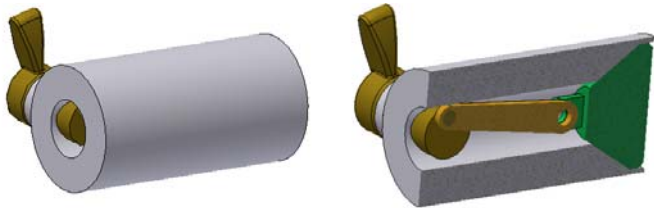
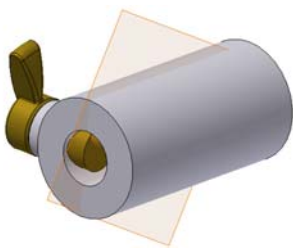

图 4-31 典型的部件剖切视图
图 4-32 建立作为剖切面的工作平面
部件的剖视图可以帮助用户更加清楚地了解部件的装配关系，因为在剖切视图中，腔体内或被其他零部件遮挡的部件部分完全可见。典型的部件剖切视图如图 4-31 所示。在剖切部件时，仍然可以使用零件和部件工具在部件环境中创建或修改零件。
(1) 进行部件剖切的首要工作是选择剖切平面，在图 4-31 所示的装配部件中，因为没有现成的平面可以让我们对其进行 1/2 剖切，所以需要创建一个工作平面。选择在如图 4-32 所示的位置创建一个工作平面，以该平面为剖切平面可以恰好使得部件的圆柱形外壳可以被半剖。
(2) 选择【视图】标签栏内【外观】面板上的【1/2 剖】工具按钮，用鼠标左键选择创建的工作平面，部件被剖切成如图 4-31 所示的剖视图形式。